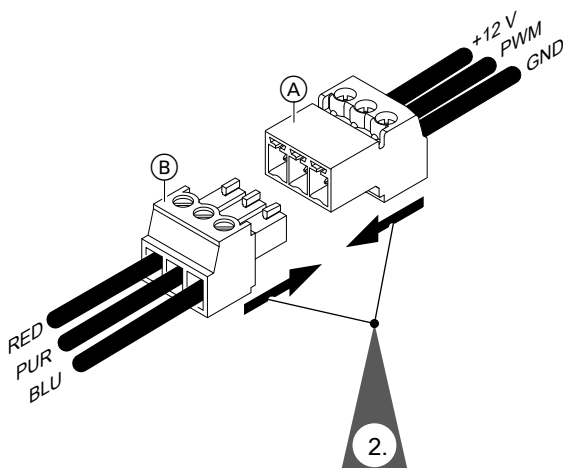

Abb. 20
Leitungen am Stecker gemäß Abb. 20 anklammern.
2. Stecker der 3-poligen Verbindungsleitung am Ventilator abziehen: Siehe Abb. 20 auf Seite 19.
7. Stecker der 3-poligen Verbindungsleitung an der Vorderseite des Ventilators einstecken: Siehe Abb. 20 auf Seite 19.